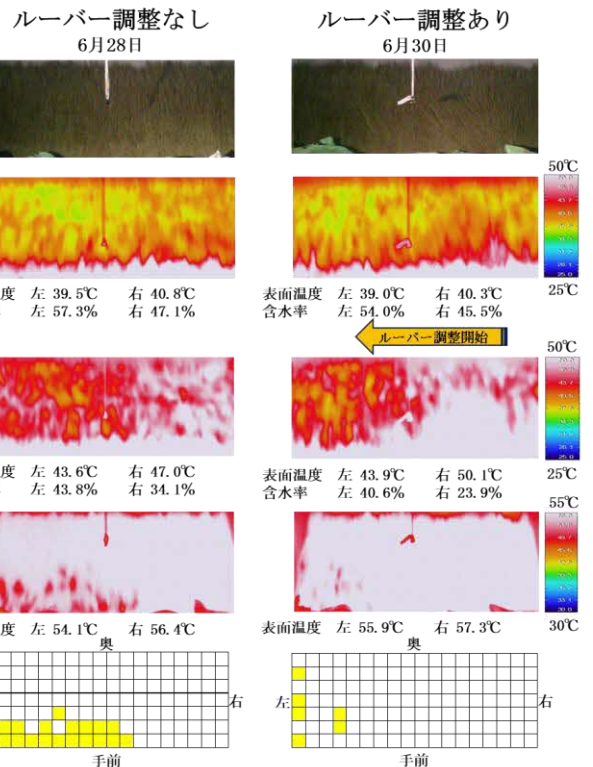

図4 サーモグラフィでの表面温度の観測及び未乾燥束の発生箇所
2. 乾燥終期に温度が周囲より低い箇所は、未乾燥束の発生箇所とほぼ一致することから、サーモグラフィにより未乾燥束の発生を確認することが可能である(図4)。
3. 温度差が確認された時点(乾燥4時間後:平均温度差約1℃)で、ルーバーを使用し低温部分に風向きを調整することで乾燥時間が短縮され、燃油使用量を約11%、消費電力量を約7%削減できる(図4、表2)。